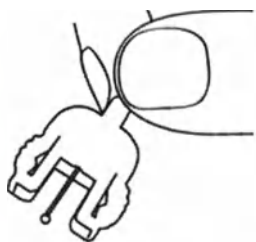

Рис.104.
3. После этого помпа начинает заливать инфузионный набор инсулином, и через некоторое время на конце соединительной иглы появится капля инсулина (Рис.104).